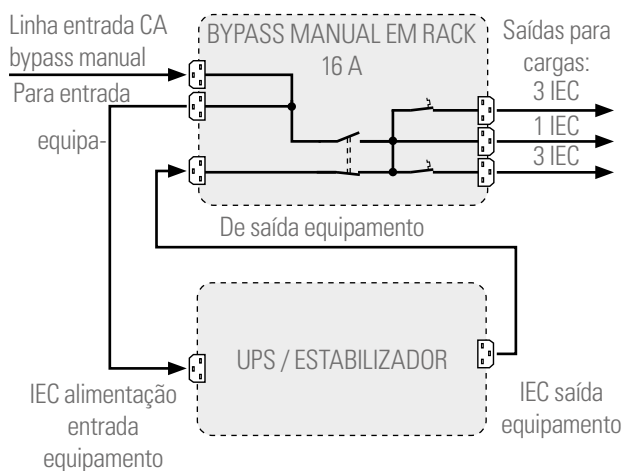

Fig. 3. Ligação entre UPS e bypass de 3 kVA.
- De forma correlativa, nas Fig. 1 e 2 podemos observar os esquemas de blocos de ambas nas ilustrações das Fig. 3 e 4.